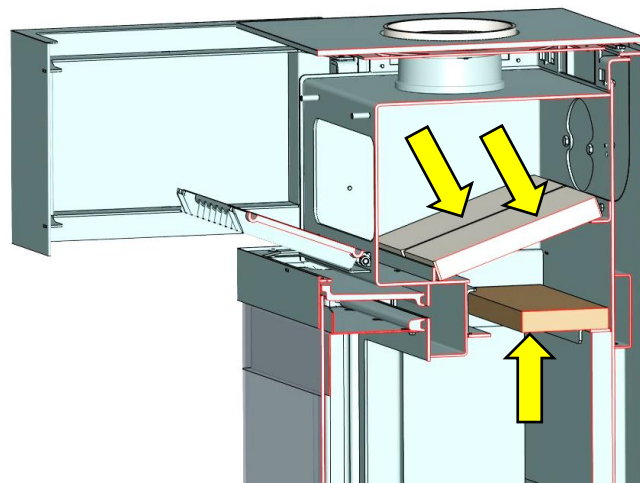

Fig. 12: Position des plaques de déflexion
1. Insérer les plaques de déviation (vermiculite), comme illustré à la Fig. 12, puis refermer le clapet de révision et le visser fermement.